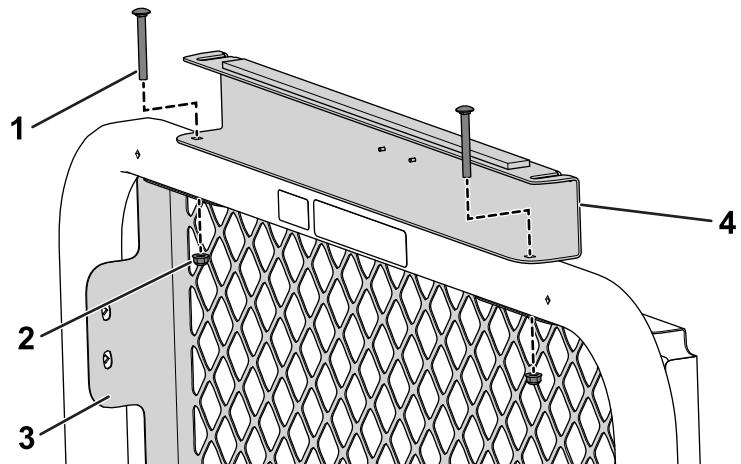

Figura 33
5. Utilize 2 parafusos de carroçaria (5/16 x 2 3/4 pol.) e 2 porcas flangeadas (5/16 pol.) para prender o suporte traseiro do toldo e o filtro traseiro à barra de segurança (Figura 33).